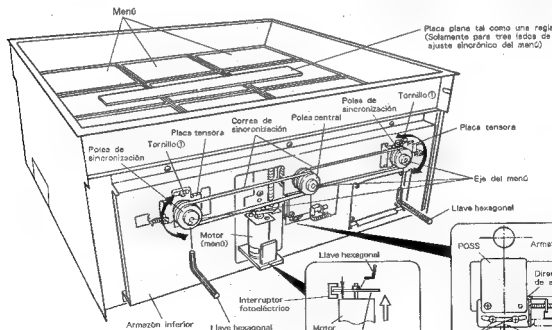

Fig. 7-1
• Tres lados de ajuste sincrónico del menú (Fig. 7-1)